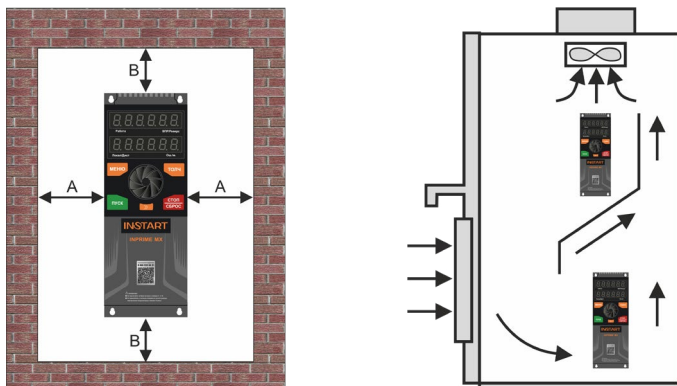

Рисунок 3.1 – Схема установки ПЧ серии INPRIME MX
- Преобразователь частоты может быть установлен только в вертикальном положении. Если в одном шкафу необходимо установить несколько ПЧ, то установку производить горизонтально в ряд. В случаях, если необходимо установить ПЧ друг над другом, требуется установить изолирующий разветвитель под углом 45 градусов, который будет полностью перекрывать зону выброса нагретого воздуха с нижестоящего ПЧ (рисунок 3.1).